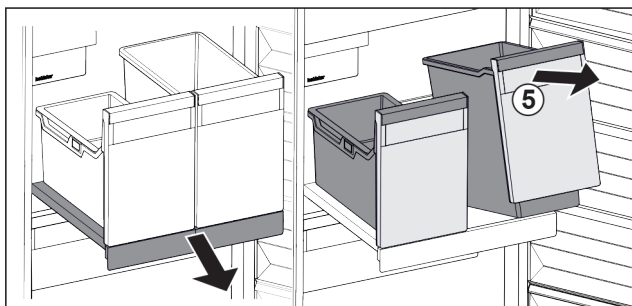

Fig. 169
- Soulever les bacs Fig. 169 (5) par l'avant.